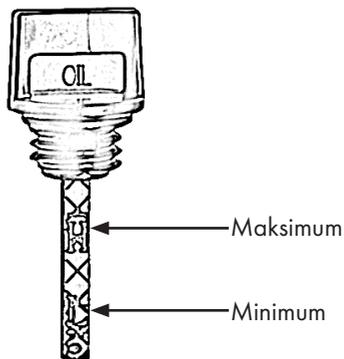

Rysunek 21
- Odkręcić korki wlewu oleju z podłączonym bagnetem, Rys. 21.